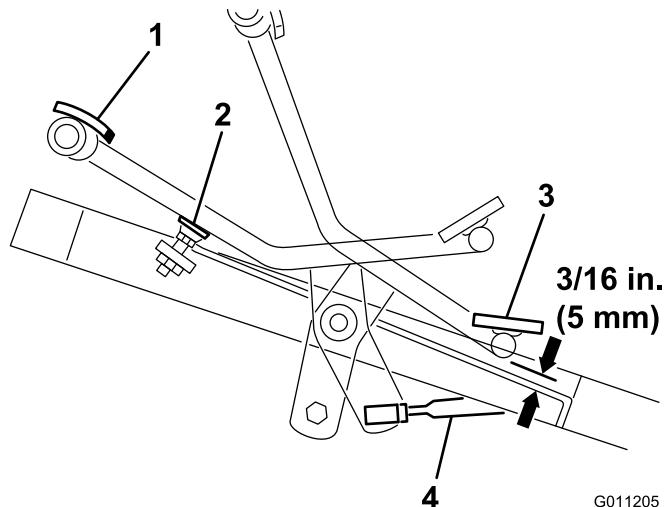

Figure 44
1. Appuyez à fond sur le haut (marche avant) de la pédale de déplacement jusqu'à ce que le tiroir de la section N° 5 soit complètement sorti. La pédale doit toucher la butée (Figure 44).
2. Vérifiez la distance entre le bas de la pédale et le repose-pied, comme illustré à la Figure 44. La distance doit être d'environ 5 mm. Si la distance est supérieure ou inférieure à 5 mm, il faut régler la tige de commande de déplacement. Procédez comme suit :
- A. Enlevez le contre-écrou et la rotule qui fixent la tige (Figure 44) au pivot de l'arbre de transmission.